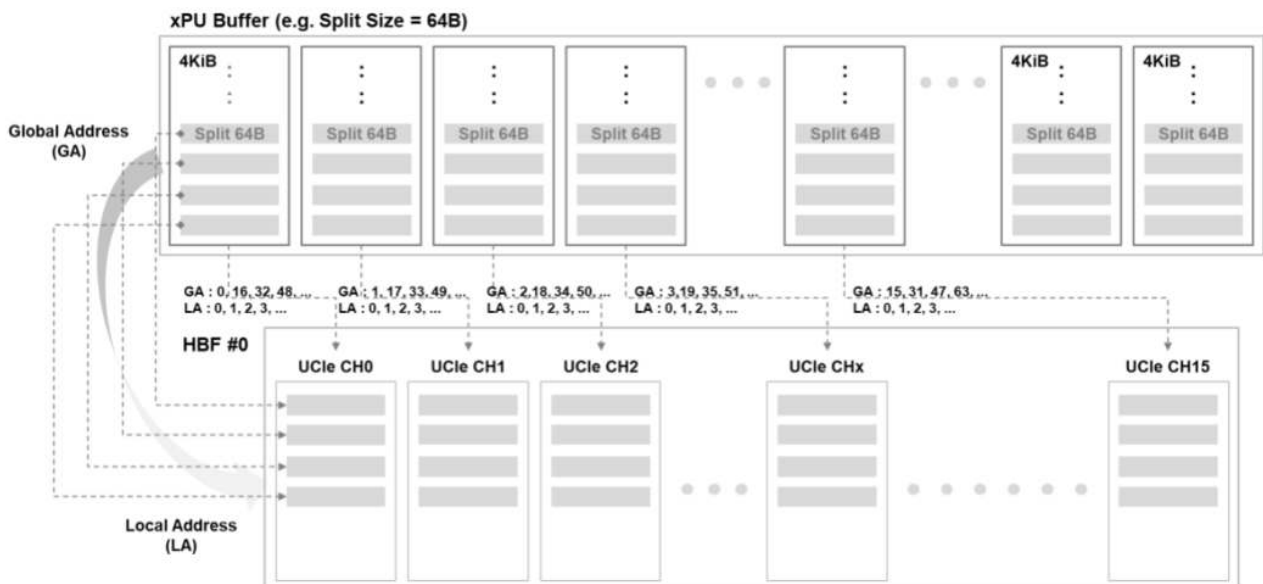

Figure 42: 4KiB Interleaving each UCle channel of HBF
xPU 缓冲区中的 4KiB 单元数量不必与所有 UCle 16 通道的数量完全匹配。当 xPU 缓冲区中的多个 4KiB 单元写入 HBF 时，HBF 中的所有 UCle 通道都会交错写入。如果分割大小为 64B，则组成 4KiB 的 64 个全局地址 (GA) 与本地地址 (LA) 相匹配，如图 42 所示。